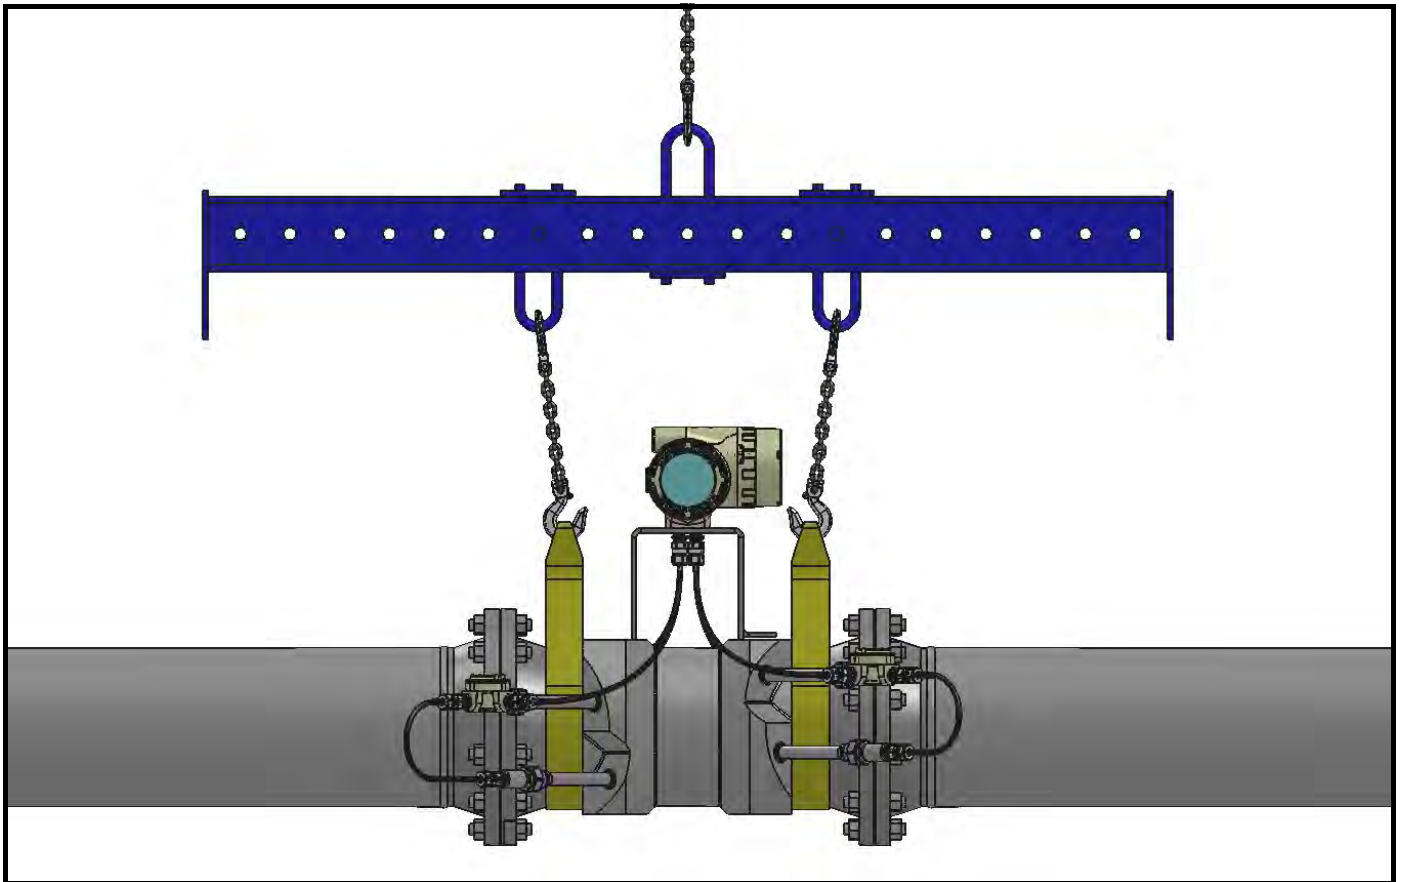

Figure 9: Emplacements des sangles de levage
ATTENTION! Pour éviter toute contrainte éventuelle, consultez l'étiquette du **Sentinel LCT** où est indiqué le poids de l'ensemble. Utilisez un dispositif de levage de capacité adaptée et positionnez les sangles de levage aux emplacements indiqués (voir la Figure 9 ci-dessous).
- Orientation conseillée pour le **Sentinel LCT** : transmetteur de débit en position verticale au sommet (voir la Figure 9 ci-dessous).